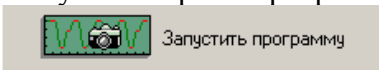

Рис.15. Внешний вид амплификатора ДТ-322 с открытой кареткой.
2. Избегая резких движений, переместите каретку в направлении от себя до упора. При этом откроется термоблок прибора с лунками, предназначенными для установки пробирок (Рис.15).